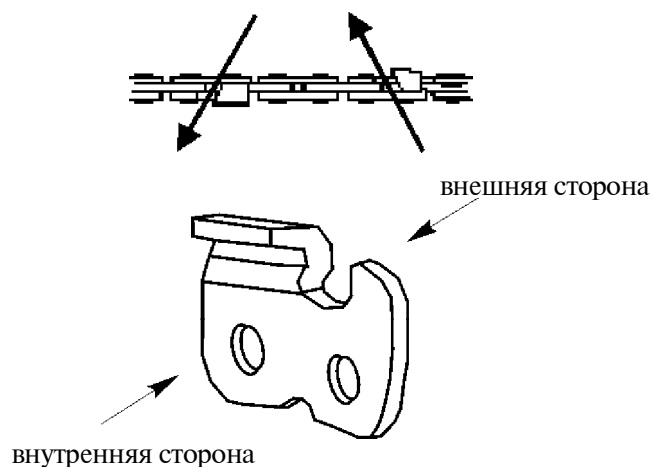

Рисунок 2.16
2.11.1.2 Заточить сначала все режущие звенья с одной стороны пильной цепи. Направленные движения заточки от внутренней стороны режущего звена к внешней, см. рисунок 2.16. Затем повторить процесс для режущих звеньев другой стороны пильной цепи.